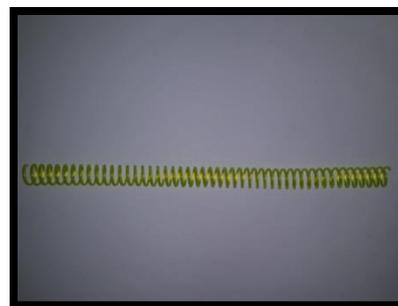

Figura 10
- C. También verifique el estado de sus bobinas. Enróllelos sobre una superficie plana. Las bobinas deben tener una forma de espiral suave y no deben arquearse, comprimirse ni estirarse. Figura 10